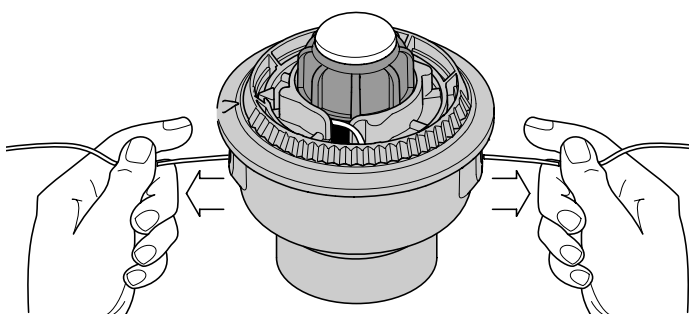

Fig. 51
9. Si el bobinado de la línea se torna dificultoso o la línea se enreda, tire de los extremos de la línea de la bobina. Continúe bobinando el carrete interior en sentido antihorario (Fig. 51).
Si el SpeedSpool® no suelta línea en forma correcta, tire firmemente de los extremos de la línea de la bobina (Fig. 51). Si al hacer esto la línea no se suelta, siga las instrucciones de *limpieza del SpeedSpool®* a continuación.